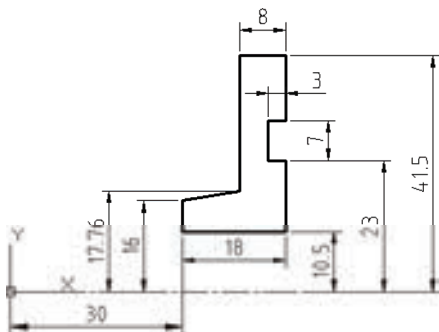

图 10-42 绘制二维剖面
- 3) 绘制二维图形。使用直线绘制命令完成图 10-42 所示的二维剖面，不必标注尺寸。